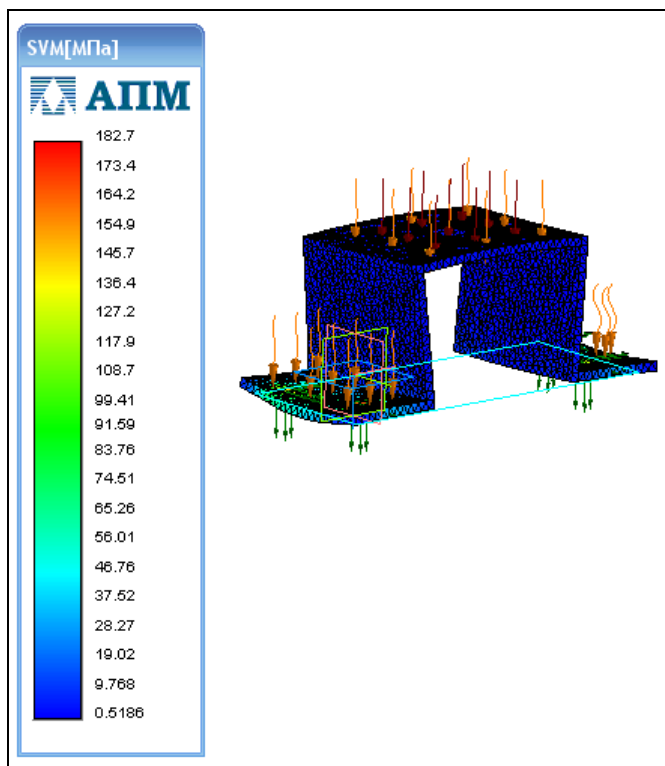

Рис. 10.28. Карта результатов по напряжению
- **Напряжения.** Оно установлено в списке **Выбор результатов** по умолчанию и может быть задано по разным осям и плоскостям. Для задания осей и плоскостей раскройте список **Объёмные элементы** и установите **SVM** (эквивалентное максимальное напряжение по всем осям). Остальные параметры оставьте без изменения. Нажмите кнопку **ОК** для получения карты результатов напряженного состояния (рис. 10.28). Из этой карты видно, что максимальное напряжение — 182,7, оно красного цвета. На модели по цветам видно, как распределяются напряжения. Чтобы посмотреть, как распределяются напряжения внутри детали, нажмите кнопку **Установить плоскость разреза**. В этом случае устанавливается плоскость параллельно экрану, и, двигая бегунок в окне **Глубина просмотра**, можно увидеть, как распределяется напряжение по сечениям. По этой картинке вы должны определить допустимый уровень напряжения для данной модели. Если вам мешают стрелочки, то их можно убрать. Для этого в Дереве Прочностной Анализ выделите ПК мыши, например, объект **Закрепление** и из контекстного меню выберите команду **Скрыть**;